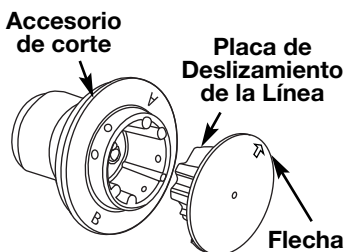

Fig. 15
2. De vuelta a la perilla a la izquierda para aflojar el acoplador (Fig. 15).
3. Reinstale la placa de deslizamiento (Fig. 15). Alinee la flecha con: